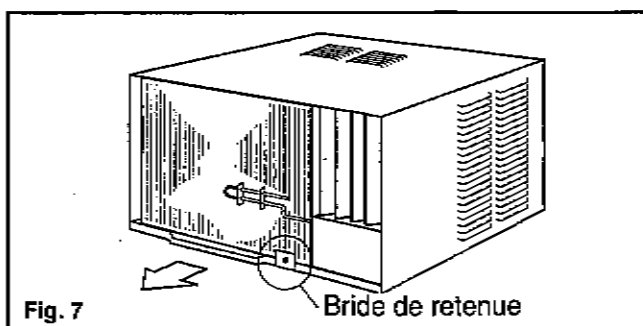

Fig. 7
- Enlevez la vis Philips et la bride de retenue qui fixent le châssis coulissant (en bas de l'avant du caisson). (Fig. 7)
- Reinstall (slide-out-chassis) retaining bracket and screw removed earlier from the (lower front) cabinet. Fig. 7